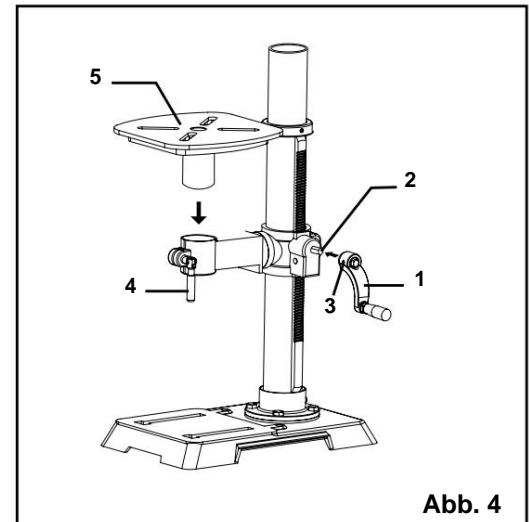

Abb. 4
TISCH-ZU-TISCH-STÜTZHALTERUNG (ABB. 4)
1. Setzen Sie die Kurbel (Abb. 4 - 1) auf die Welle (Abb. 4 - 2) der Tischhalterung, so dass die flache Seite der Welle unter der Stellschraube (Abb. 4 - 3) liegt. Ziehen Sie die Stellschraube fest.
2. Schrauben Sie den Tischverriegelungsgriff (Abb. 4 - 4) in die Vorderseite der Tischhalterung.
4. Positionieren Sie den Tisch (Abb. 4 – 5) in der gleichen Richtung wie die Basis. Montieren Sie den Tisch und ziehen Sie den Tischverriegelungsgriff (Abb. 4 - 4) und den Stützverriegelungsgriff fest.